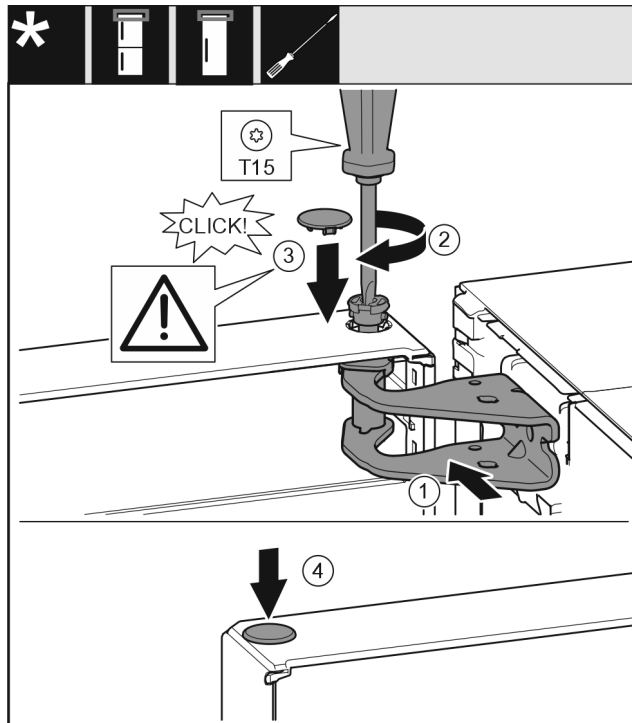

Fig. 22
- Rikta in dörren upptill så att den passar öppningen i lagerbocken. Fig. 22 (1)
- Sätt i bulten och skruva fast den med en torxskruvmejsel T15. Fig. 22 (2)
- Montera blindpluggen för dörrens låsbult: Sätt in blindpluggen och kontrollera att den är i jämnhöjd med dörren. Annars ska bulten sättas in helt. Fig. 22 (3)
- Sätt i pluggen. Fig. 22 (4)